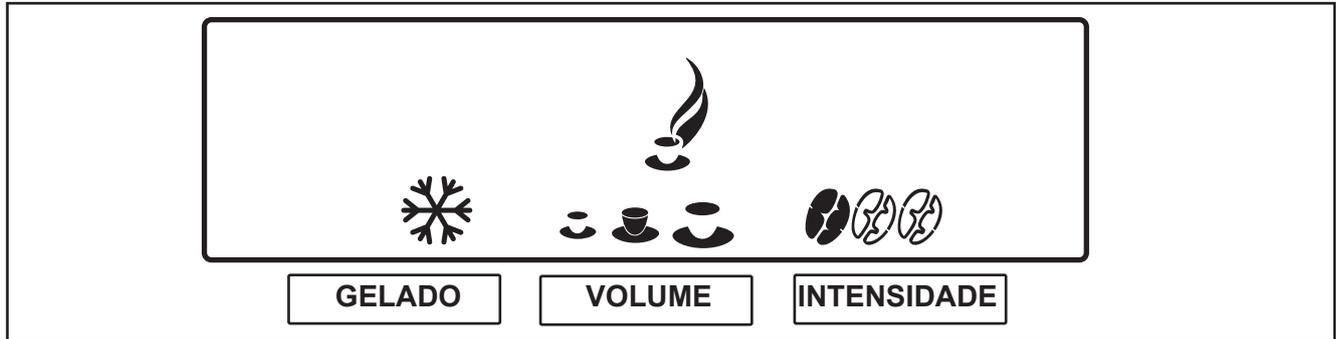

Fig. 16
2. Prima o botão de pré-selecção “INTENSIDADE” para activar esta pré-selecção. São exibidos três símbolos de grãos. (Fig. 16)